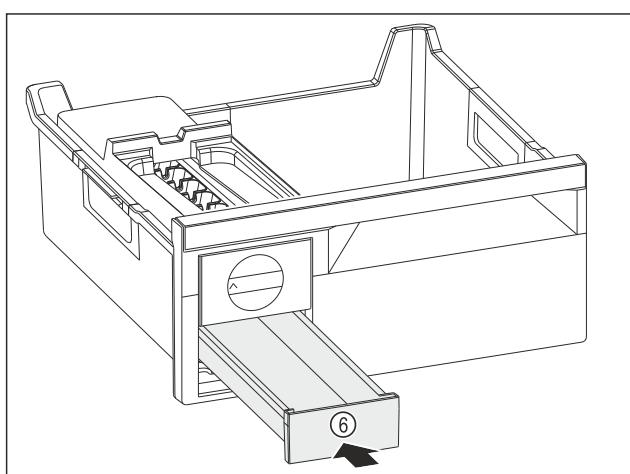

Fig. 92
- Вдавните выдвижной ящик для кубиков льда Fig. 92 (6).